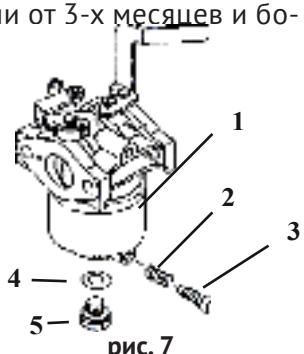

рис. 7
6.6.3 Слейте топливо из поплавковой камеры карбюратора, вывинтив пробку (рис.7 поз.3). После слива установите пробку на ме-